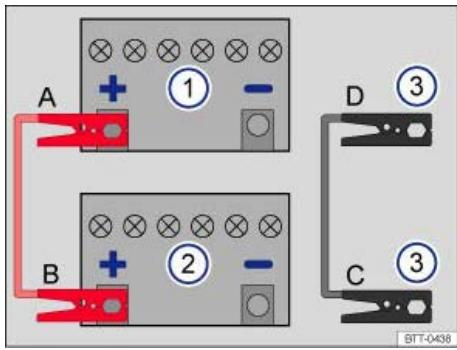
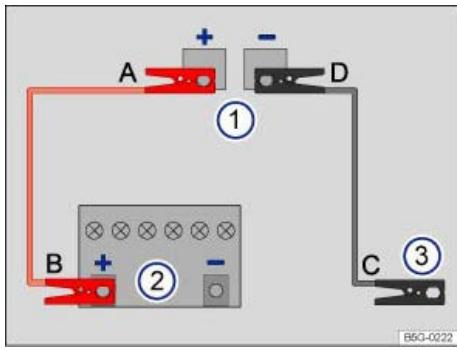

Abb. 315 Schema für das Anklemmen der Starthilfekabel bei Starthilfe gebendem Fahrzeug (Fahrzeuggatterie im Motorraum).
Abb. 316 Schema für das Anklemmen der Starthilfekabel bei Starthilfe gebendem Fahrzeug (Fahrzeughilfe im Gepäckraum).
Legende zu ⇒ Abb. 315 und ⇒ Abb. 316 :
Starthilfekabel nur in der Reihenfolge A – B – C – D anbringen ⇒ Abb. 315 .
- Ein Ende des *roten* Starthilfekabels an den Pluspol (+) des Fahrzeugs mit der entladenen Fahrzeughilfe ⇒ Abb. 315 (1) anbringen ⇒ .
- Das andere Ende des *roten* Starthilfekabels an den Pluspol (+) der Strom gebenden Fahrzeughilfe ⇒ Abb. 315 (2) anbringen.
- Ein Ende des *schwarzen* Starthilfekabels ⇒ Abb. 315 (3) vorzugsweise an einen Starthilfepunkt (Masseanschluss), ansonsten an die eingeschraubte vordere Abschleppöse, an ein massives, fest mit dem Motorblock verschraubtes Metallteil oder an den Motorblock selbst anbringen.
- Das andere Ende des *schwarzen* Starthilfekabels ⇒ Abb. 315 (3) beim Fahrzeug mit der entladenen Fahrzeughilfe vorzugsweise an den Starthilfepunkt (Masseanschluss) ⇒ Starthilfepunkt \(Masseanschluss\) , ansonsten an die eingeschraubte vordere Abschleppöse ⇒ An- und Abschleppen , an ein massives, fest mit dem Motorblock verschraubtes Metallteil oder an den Motorblock selbst anbringen ⇒ .
Starthilfekabel nur in der Reihenfolge A – B – C – D anbringen ⇒ Abb. 316 .
- Ein Ende des *roten* Starthilfekabels an den Starthilfepunkt (Pluspol) (+) des Fahrzeugs mit der entladenen Fahrzeughilfe ⇒ Abb. 316 (1) anbringen ⇒ .
- Das andere Ende des *roten* Starthilfekabels an den Pluspol (+) der Strom gebenden Fahrzeughilfe ⇒ Abb. 316 (2) anbringen.
- Ein Ende des *schwarzen* Starthilfekabels ⇒ Abb. 316 (3) vorzugsweise an einen Starthilfepunkt (Masseanschluss), ansonsten an die eingeschraubte vordere Abschleppöse, an ein massives, fest mit dem Motorblock verschraubtes Metallteil oder an den Motorblock selbst
- Das andere Ende des *schwarzen* Starthilfekabels \Rightarrow Abb. 316 (3) beim Fahrzeug mit der entladenen Fahrzeughbatterie vorzugsweise an den Starthilfepunkt (Masseanschluss) \Rightarrow *Starthilfepunkt (Masseanschluss)*, ansonsten an die eingeschraubte vordere Abschleppöse \Rightarrow *An- und Abschleppen*, an ein massives, fest mit dem Motorblock verschraubtes Metallteil oder an den Motorblock selbst anklemmen \Rightarrow
- Das andere Ende des *schwarzen* Starthilfekabels beim Fahrzeug mit der entladenen Fahrzeughbatterie am Starthilfepunkt (Masseanschluss) \Rightarrow *Starthilfepunkt (Masseanschluss)* anklemmen \Rightarrow Abb. 316 (1) \Rightarrow
- Starthilfekabel bei laufenden Motoren nur in der Reihenfolge D – C – B – A \Rightarrow Abb. 315 bzw. \Rightarrow Abb. 316 abklemmen.